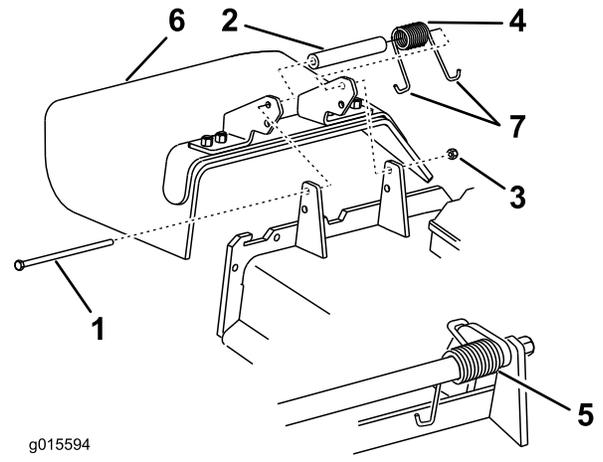

Figure 97
Remarque: Prenez soin de placer une extrémité en J du ressort derrière le bord du tablier avant de mettre le boulon en place, comme illustré à la Figure 97.
4. Remettez le boulon et l'écrou. Accrochez une extrémité en J du ressort au déflecteur d'herbe (Figure 97).
1. Retirez le contre-écrou, le boulon, le ressort et l'entretoise qui fixent le déflecteur aux supports de pivot (Figure 97).